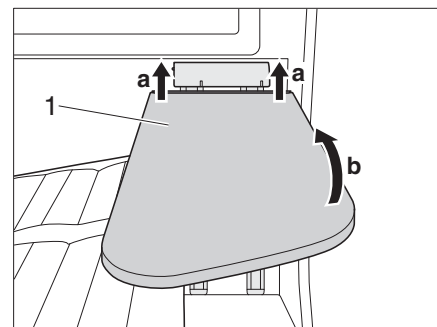

Fig. 34 Chiudere il piano del tavolo
- Sollevare (a) il piano del tavolo (Fig. 34,1) e ribaltarlo verso l'alto (b).
- Spingere il piano del tavolo (Fig. 34,1) verso il basso.